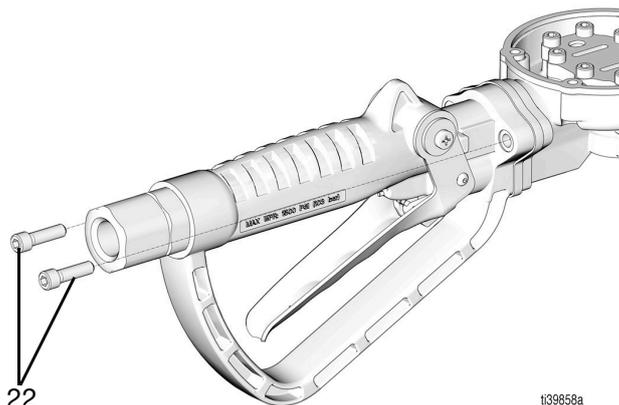

FIG. 41
- Quite los tornillos de cabeza hueca (22) (FIG. 41).
15. Vuelva a poner los dos tornillos (22) y apriete a un par de entre 6,78 y 8,13 N•m (60 y 72 lb-pulg.), consulte la FIG. 41 en la página 19.